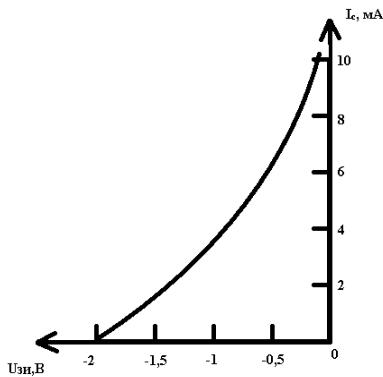

Рис. 1
8. На рис. 1 представлена стокозатворная характеристика полевого